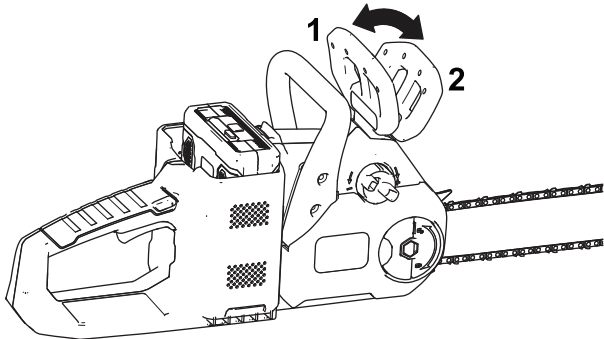

Figura 28
2. Ponga el freno de la cadena moviendo el freno de la cadena hacia adelante a la posición de PARADA (Figura 28).
4. Quite el freno de la cadena moviendo el freno de la cadena hacia atrás, a la posición de MARCHA (Figura 28).
2. Abra la pestaña de la tuerca de mariposa y aflójela, pero no retire la tuerca de mariposa de la cubierta (Figura 28).